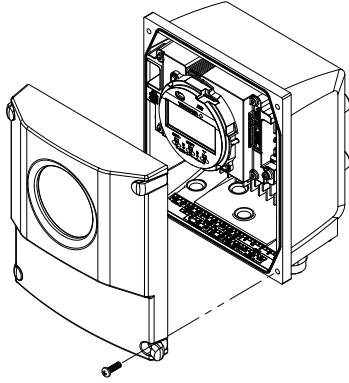

图6.3.3 移除壳盖
(1) 移除壳盖(参阅图6.3.3)。
(1) 用手支撑时,松开两个显示单元的固定螺丝(参阅图6.3.3)。